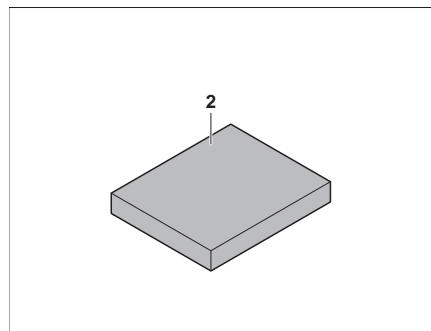

Fig. 133 Cuscino aggiuntivo
- Collocare il cuscino aggiuntivo centrale (Fig. 133,2) sul tavolo.